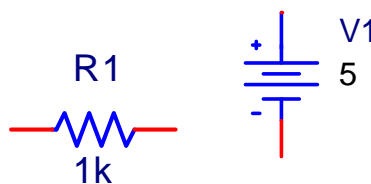

Figura 1-27. Detalle de los elementos que forman un circuito con algunos de sus atributos visibles.
Para una fuente de tensión en continua, su símbolo es el que se muestra en la figura 1-27, sus atributos son el nombre con que se designa a esta fuente dentro del circuito (por ejemplo V1) y su valor en voltios (5), y su *part name* es VDC.